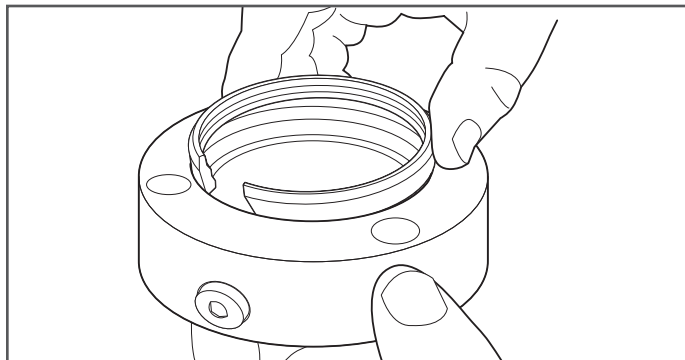

Figure 9-7
7. Insérez le verrou de gaine dans la partie centrale du raccord DoubleTrac® (Figure 9-7).